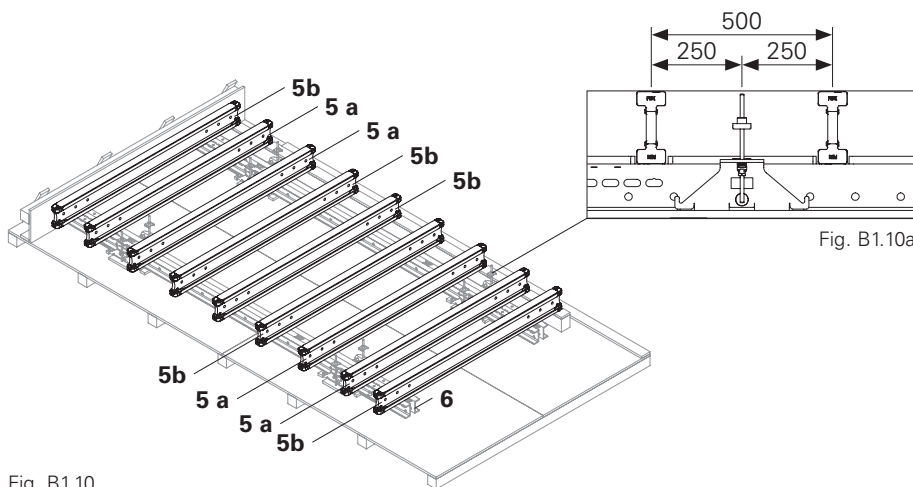
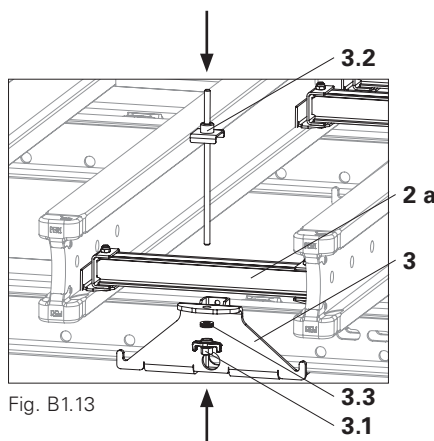

Fig. B1.10
Fig. B1.13
1. Appoggiare la trave VT 20K (5a/5b) simmetricamente e ortogonalmente sui due correnti SRU U120 (6) e allinearla ai distanziatori in legno. (Fig. B1.10)
2. Allentare il mini-dado (3.1) e la molla a tazza (3.3) e toglierli dalla parte centrale testa per tavoli VD (3).
4. Posizionare la prima parte superiore testa per tavoli VD (2a) tra le due travi VT 20K (5a) e sopra il primo foro della parte centrale testa per tavoli VD (3).
5. Introdurre l'asta filettata con la piastrina di serraggio (3.2) nel foro della parte centrale testa per tavoli VD (3).
6. Applicare la molla a tazza (3.3) e il mini-dado (3.1) e serrare con coppia 50 Nm. (Fig. B1.13)